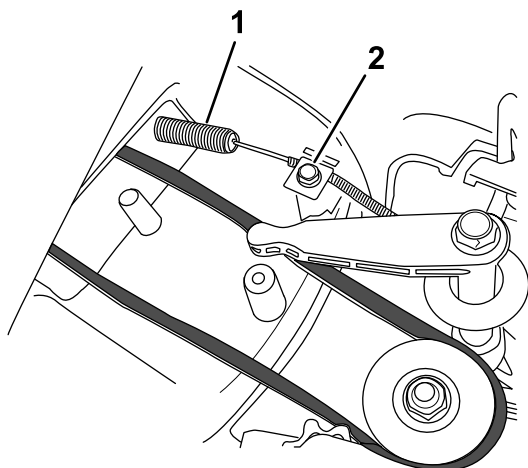

Figura 28
2. Instale el nuevo cable del freno de la cuchilla, pero no apriete la abrazadera de la parte superior de la carcasa de corte (Figura 28).